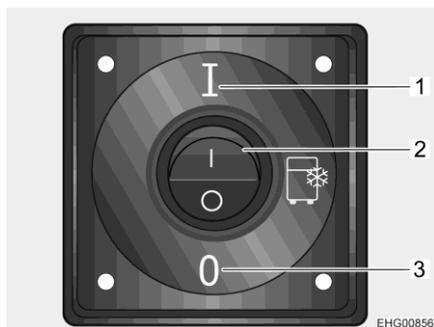

Fig. 54 Bouton Marche/Arrêt glacière
- Placer le commutateur à bascule (Fig. 54,2) sur la position I (Fig. 54,1).
- Placer le commutateur à bascule (Fig. 54,2) sur la position 0 (Fig. 54,3).